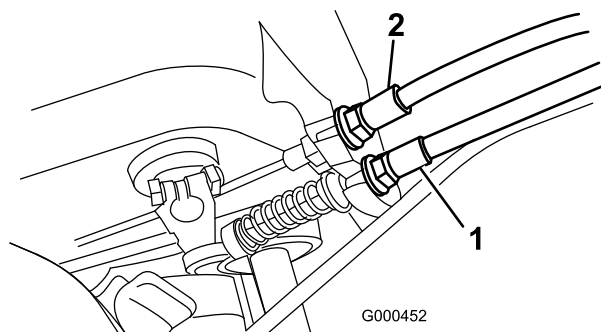

Figure 49
2. Pour accroître la tension du câble, desserrez l'écrou de blocage avant et serrez l'écrou de blocage arrière (Figure 49) jusqu'à ce qu'une force de 4,5 à 5,9 kg soit requise pour engager la transmission aux roues.